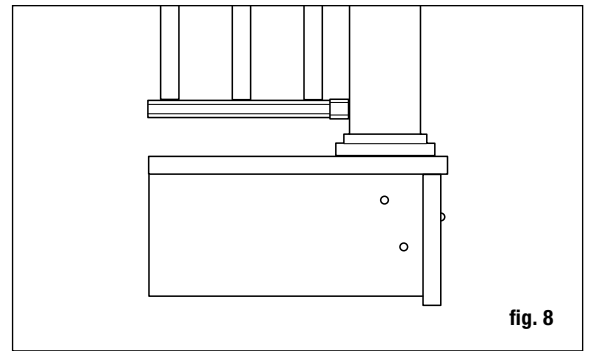

fig. 8
Paso 3 Posiciones, alinee verticalmente con un nivel, y sujete con abrazaderas el poste de barandal de escalera a la cara interior del travesaño. Vuelva a alinear verticalmente. El poste de barandal de 10.2 x 10.2 cm (4x4 pulg.) debe sujetarse con pernos al interior del travesaño usando dos pernos de carrocería galvanizados de 1.27 x 15.24 cm (1/2 x 6 pulg.). Los postes en esquinas requieren un tercer perno de carrocería insertado a través de la viga adyacente (fig. 8). Los postes a nivel de piso deben fijarse en concreto.